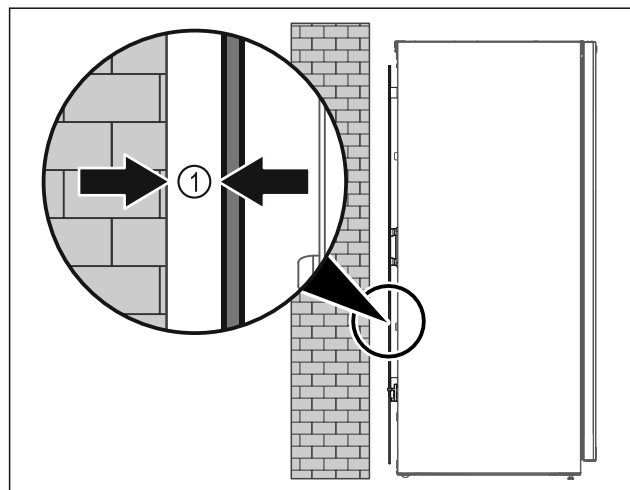

Fig. 37
- ▶ Установите устройство или свободно в помещении или прямо к стене на расстоянии 5 мм Fig. 37 (1).